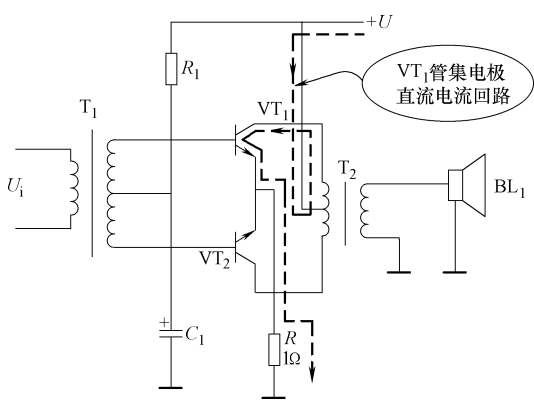

图 11-57 VT1管集电极直流电流回路示意图
2)  $VT_1$  管导通时集电极直流电流回路。在  $VT_1$  管进入导通放大状态时,  $VT_1$  管导通时集电极直流电流回路 (见图 11-57) 是:  $+U \rightarrow T_2$  一次绕组上半部分  $\rightarrow VT_1$  集电极  $\rightarrow VT_1$  发射极  $\rightarrow R_2 \rightarrow$  地。